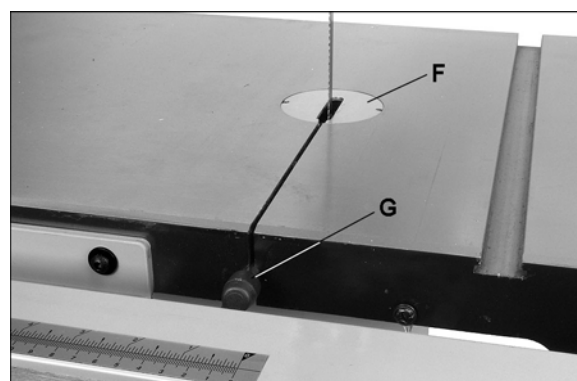

Рис. 18.
См. Рис. 18.
2. Снимите вставку стола (F, Рис. 18).
3. Извлеките штифт стола (G).